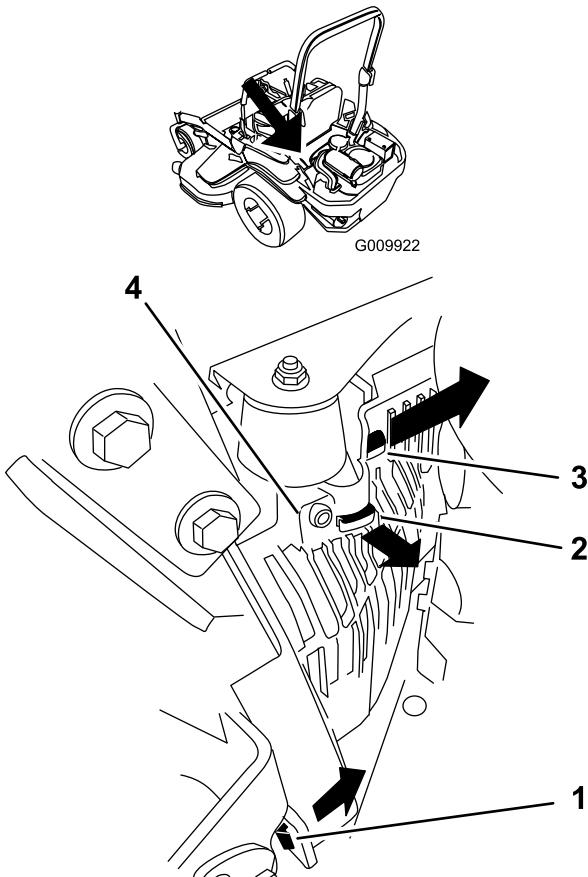

Figura 53
3. Retire la cubierta de la unidad hidráulica de la izquierda en el orden indicado en Figura 53, para tener acceso a la bujía delantera.
5. Instale la cubierta de la unidad hidráulica izquierda (Figura 53).